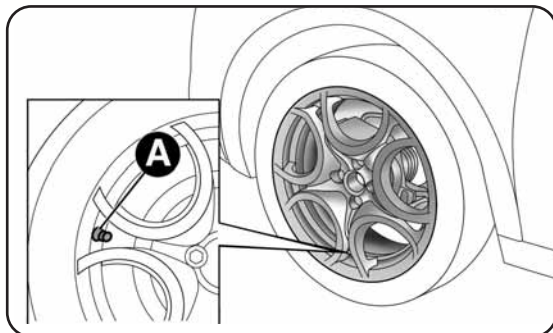

fig. 15
- placer la roue avec la valve A-fig. 15 orientée comme sur la figure, serrer le frein à main, poser le kit au sol à côté de la roue;